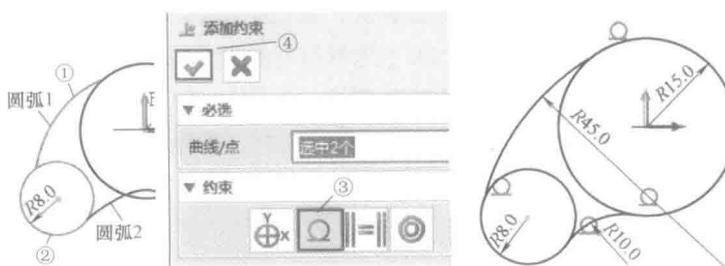

图 1-22 圆弧约束与标注
4) 圆弧进行约束。选择“约束→添加约束”进入添加约束命令栏，①在工作区选择圆弧 1；②选择 R8mm 圆；③选择两曲线约束为相切；④确定，完成圆弧 1 与 R8mm 圆的相切约束，同样的步骤约束圆弧 1 和 R15mm 圆为相切，圆弧 2 与 R8mm、R15mm 圆为相切，标注圆弧 1 半径为 R45mm，圆弧 2 半径为 R10mm，如图 1-22 所示。